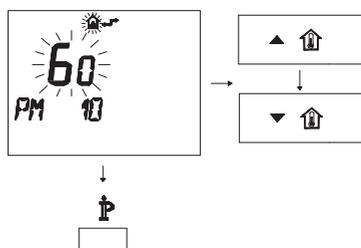

Figura 5.50
- Per modificare il SET programmato agire sui pulsanti ▲ o ▼ e aspettare che il numero programmato cominci a lampeggiare (Figura 5.50).